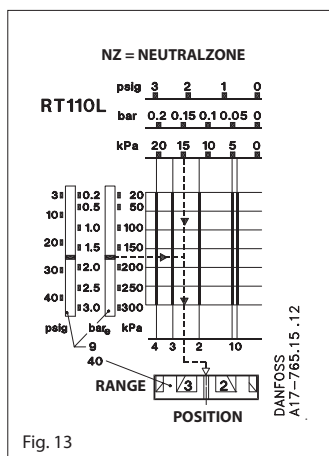

Fig. 13
Det interval af den styrede størrelse, hvor reguleringsorganet er i ro (se fig. 13).
Området indstilles med håndknappen (5) fig. 8 under samtidig aflæsning af hovedskalaen (9). Det indstillede tryk er brydetrykket for kontakt 1-4 (se fig. 13).
Den ønskede neutralzone opsøges i diagrammet for det pågældende apparat. På diagrammets nederste skala kan herefter aflæses, hvilken position neutralzonerullen (40) skal indstilles på. Funktionen fremgår af fig. 13.